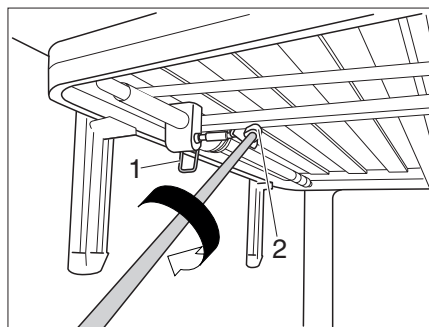

Fig. 144 Regolazione in altezza
- Sbloccare la leva di sicurezza (Fig. 144,1). Ora si può spostare il letto.
- Inserire la manovella nella sede magnetica a sezione quadrata (Fig. 144,2). Ora si può modificare l'altezza del letto.
- Estrarre la manovella dalla sede a sezione quadrata (Fig. 144,2) e conservarla nel supporto.